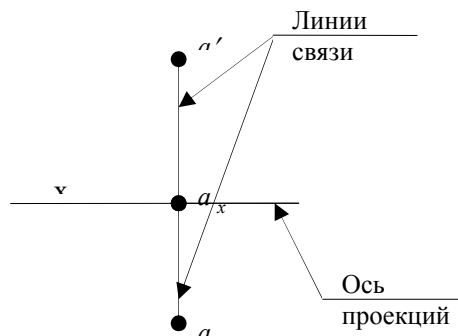

Рис. 2
- Совмещая плоскости V и H , вращая H вокруг линии пересечения плоскостей оси «х», получают *комплексный чертёж (эпюр) точки* A (рис.2). Линии пересечения плоскостей проекций называются *осями проекций* (x , y). Перпендикуляры, проведенные из точки A к плоскостям проекций, называются *проецирующими линиями*, а основания этих линий называются *проекциями точки* A : a' – *фронтальная*, a – *горизонтальная*. Линии $a'a_x$ и a_a_x – *линии связи* точки A .
- Прямые параллельные одной или двум плоскостям проекций называются *прямыми частного положения*. Прямая параллельная горизонтальной плоскости проекций называется *горизонтальной прямой* (рис.2), прямая параллельная фронтальной плоскости – *фронтальная прямая*, прямая параллельная профильной плоскости – *профильная прямая*.